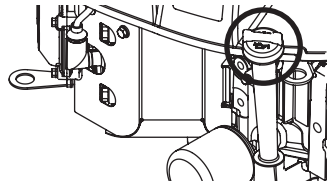

Figura 8
1. Limpie alrededor del tapón de la varilla y el tubo con un paño limpio para eliminar los residuos (Figura 8).